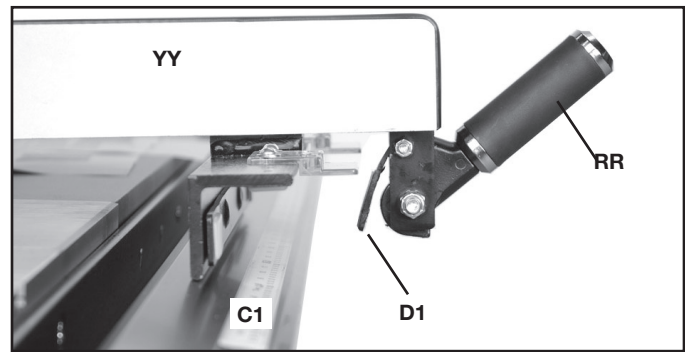
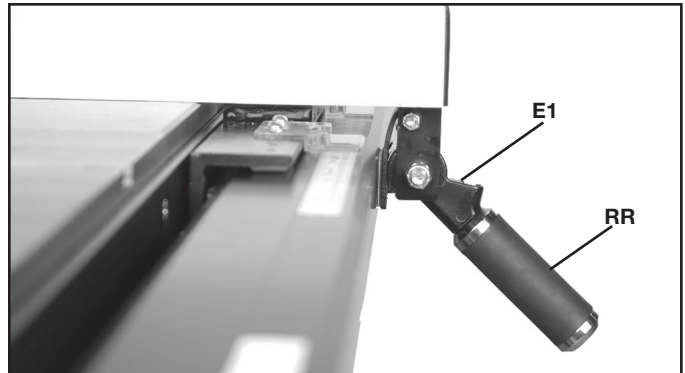

FIG. 28
FIG. 29
Lorsque le module de guidage (YY) fig. 28 est serré sur le tube du guide (C1), il faut s'assurer que le pied de la came (D1) pend vers le bas, entre la poignée de verrouillage (RR) et le tube du guide (C1), et n'est pas pris au-dessus du tube du guide.
Un module de guidage serré adéquatement apparaît dans la fig. 29.
Pour déplacer le guide le long du tube du guide, lever simplement la poignée de verrouillage (RR) fig. 29, comme dans l'illustration, glisser le guide à la position désirée sur le tube du guide, puis baisser la poignée de verrouillage (RR) fig. 28 comme dans l'illustration, pour verrouiller le tout.
REMARQUE : Un aimant (E1) fig. 29 est fourni pour tenir la poignée en position levée (comme l'illustre la fig. 28) lorsque le guide est déplacé.